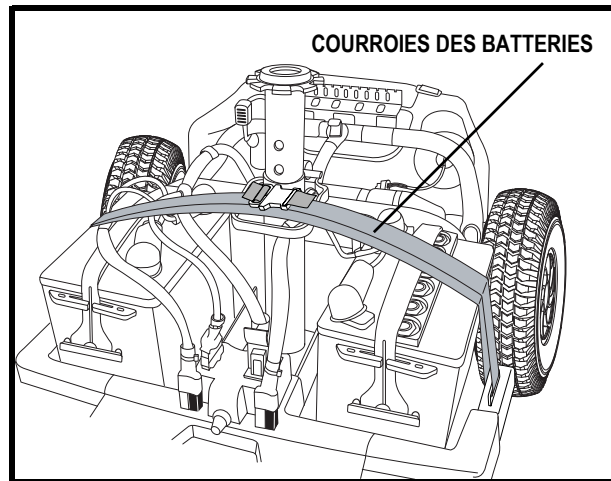

Figure 13C. Courroies des batteries
11. Rebranchez les courroies des batteries en vous assurant qu'elles soient positionnées pardessus le levier de verrouillage du cadre pour un bon serrage sécuritaire. Voir la figure 13C.